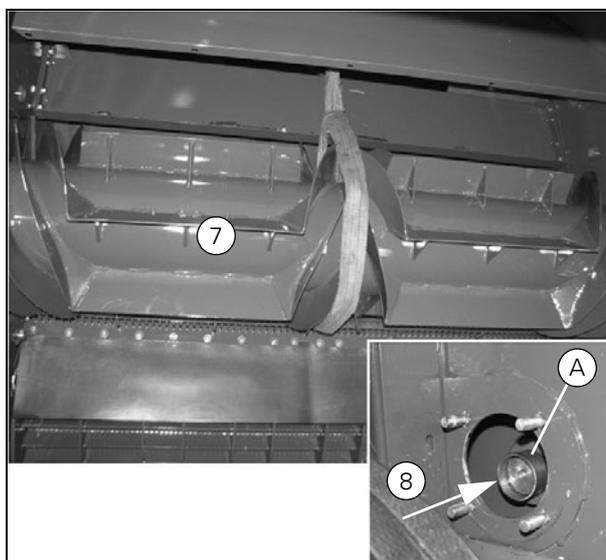

Рисунок 65
**Примечание:** Наденьте трубку (Е) с внутр. диаметром ок. 50 мм длиной 120 мм на вал. Заверните резьбовой стержень М12 (D) в вал. Установите планку (F) поперек трубки и поверните гайку, чтобы вал встал на место внутри ротора.
- Не забудьте установить дистанционную втулку (А) (Рис. 65) между ступицей ротора и подшипником.